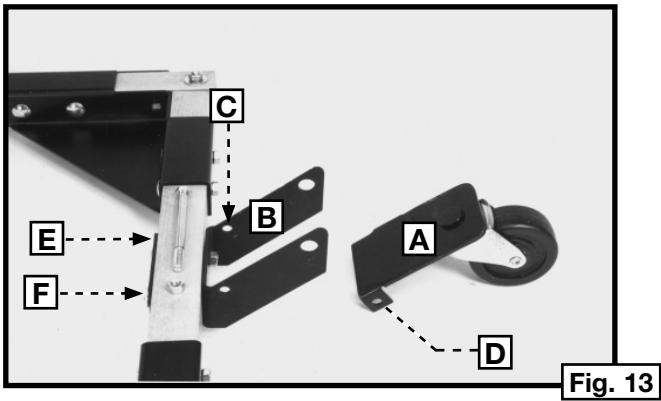
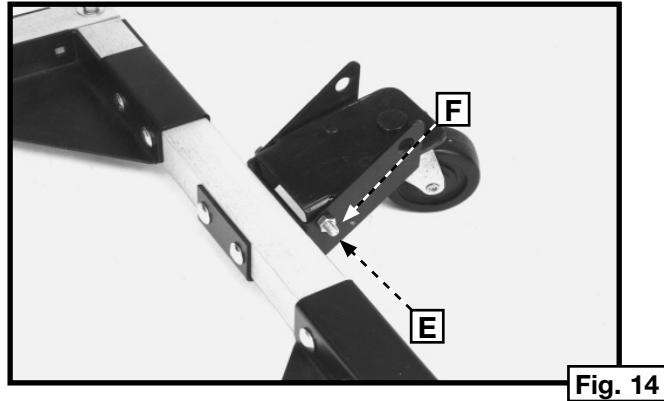

Fig. 13
Fig. 14
1. Inserte el montaje de las ruedas (A), Fig. 13, en el soporte giratorio (B). Alinee los orificios (C), Fig. 13, con los orificios (D) del montaje de las ruedas (A) (se muestra sólo uno). Asegure con un tornillo de cabeza hexagonal de 101,6 mm (4") (E) y una tuerca de seguridad (F), (Fig. 14).